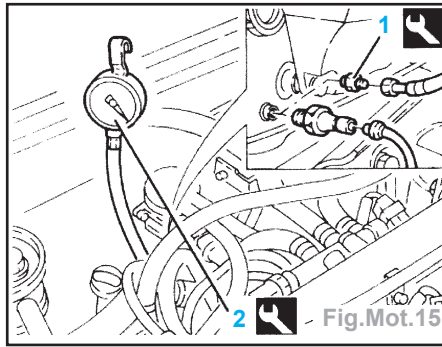

Fig.Mot.15
- Monter le raccord (1) et le manomètre (2) de pression d'huile (Fig.Mot.15).